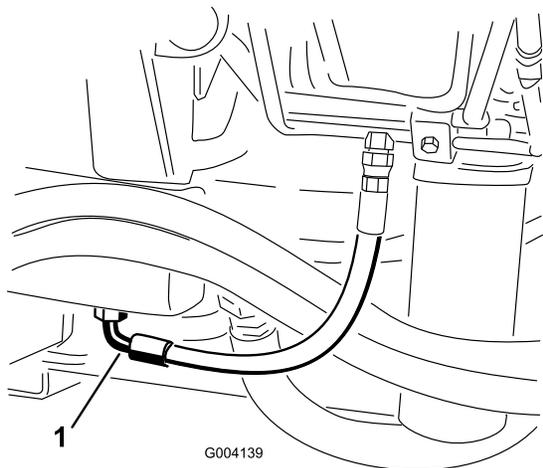

Рисунок 100
- Установите большой сливной поддон под штуцер, расположенный в нижней части бака с гидравлической жидкостью (Рисунок 100).